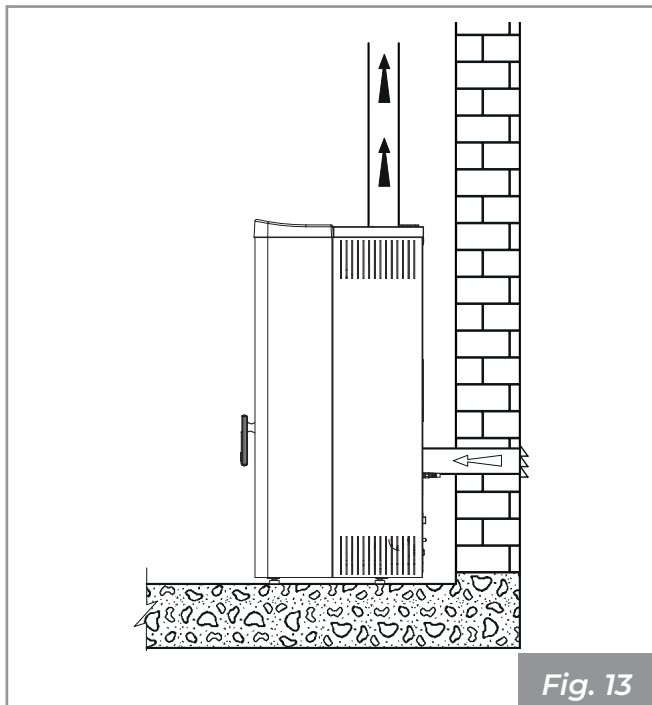

Fig. 13
- relier l'entrée d'air de combustion de l'appareil à la prise d'air avec un conduit approprié (**Fig. 13**).